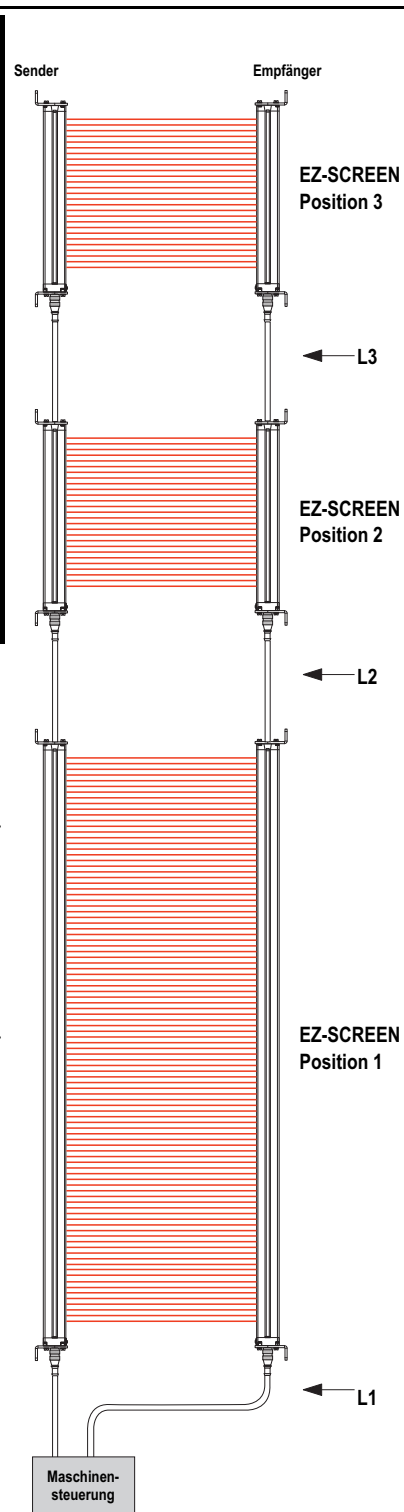

Abbildung 50 Mögliche Kabellängen für drei Lichtvorhänge in Kaskadenschaltung
- Bestimmen Sie anhand der Tabelle in Abbildung 50 auf Seite 95 die maximale Länge L₃.
Zur Ermittlung der Kabellängen für drei Lichtvorhänge in Kaskadenschaltung siehe Abbildung 50 auf Seite 95. Siehe auch Beispiel 1 und 2.